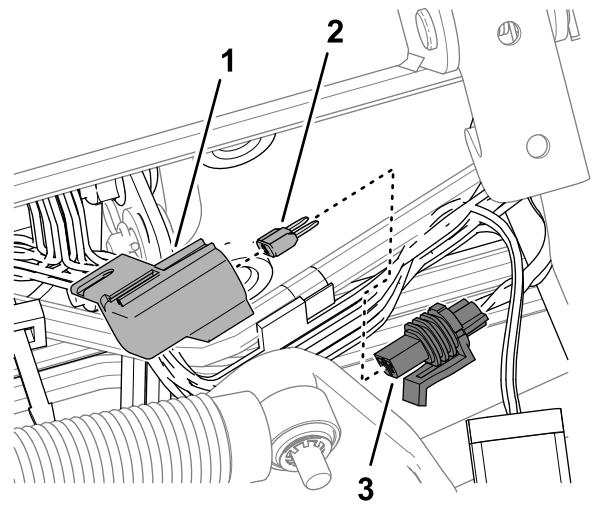

Bild 131
3. Entfernen Sie die Kappe des Leistungssicherungshalter mit der Aufschrift 10 A FUSE TELEMATIK PWR (Bild 131).